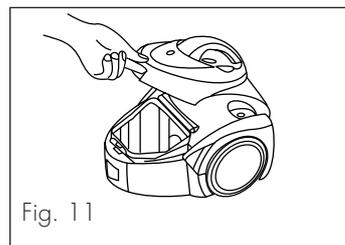
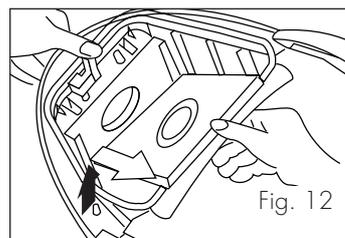

Fig. 11
Fig. 12
Per sostituire il sacco, premere il pulsante di apertura del vano raccogli-polvere (P) e sollevare il coperchio (Fig. 11). Estrarre il sacco con cautela, premendo sull'apposita leva di fissaggio, spingendo allo stesso tempo il sacco leggermente all'indietro. In questo modo il sacco verrà rimosso agevolmente (Fig. 12).